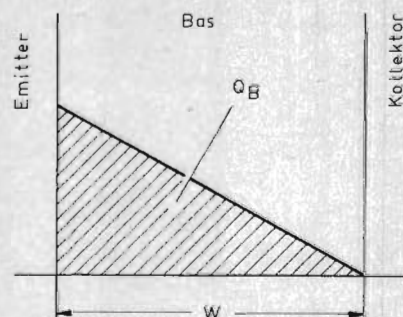

Fig. 1
där τ_C är en faktor med dimensionen tid, som är beroende av sådana transistorstorheter såsom t.ex. basvidd (W), se fig. 1.